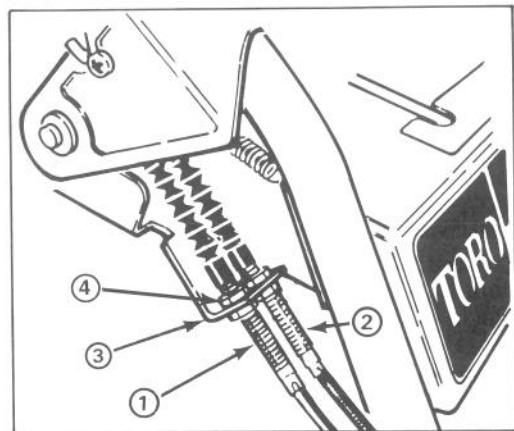

Figure 22
4. Desserrez le contre-écrou supérieur fixant le câble de la tarière/roue hélice au support de fixation (fig. 22).
5. Faites tourner le contre-écrou inférieur vers le haut afin de tendre la courroie (fig. 22).
RÉGLAGE DE LA COURROIE D'ENTRAÎNEMENT DE TRACTION (fig. 22)
8. Desserrez les contre-écrous qui tiennent le câble de commande (correspondant à la courroie à remplacer) au support (fig. 22). Le câble doit pouvoir glisser librement dans le support lors du changement d'une ou plusieurs courroies.